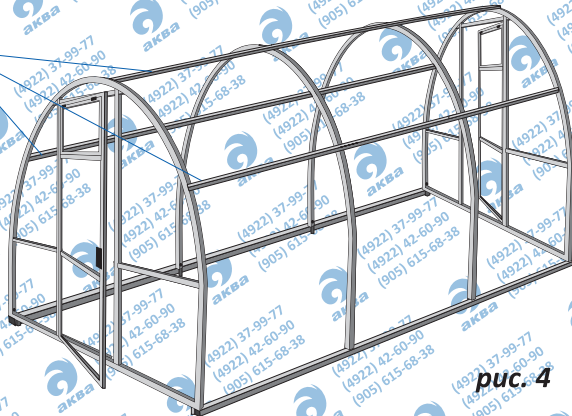

рис. 4
5. Собрать каркас теплицы в единую конструкцию, как показано на рис. 4, соединив ригелями, цельносварной торец и проходные дуги между собой на кровельные саморезы.
8. Производим монтаж торцевых листов на конструкцию кровельными саморезами, при помощи шуруповерта или дрели с битой с внешней стороны конструкции рис. 4.